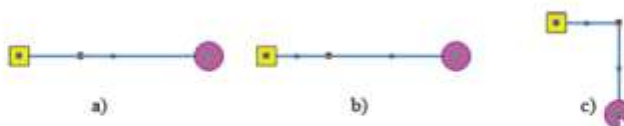

Рисунок 6.8. Добавление точки перелома
2. Отметить точку разбиения на участке. Подвести курсор к предполагаемой точке перелома и нажать левую клавишу мыши. Место перелома на отрезке отобразится кружком (смотрите Рисунок 6.8. «Добавление точки перелома»а);
3. Нажать кнопку  на панели инструментов или щёлкнуть правой кнопкой мыши и выбрать Добавить точку перелома. На участке появится точка перелома (смотрите Рисунок 6.8. «Добавление точки перелома»б).
2. Подвести курсор к предполагаемой точке перелома и, удерживая клавишу Ctrl, нажать левую клавишу мыши (смотрите Рисунок 6.8. «Добавление точки перелома» б).
3. Была создана новая точка перелома на участке, после чего при необходимости участок сети можно изогнуть (Рисунок 6.8. «Добавление точки перелома»с).